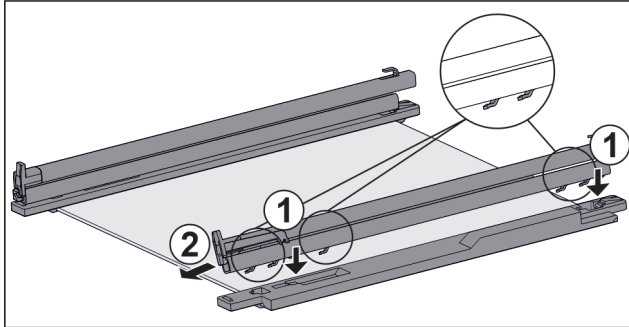

Fig. 131 Płyta szklana z szynami i elementami mocującymi
- ▶ Założyć haki szyny w otworach **lewego** elementu mocującego. Fig. 131 (1)
- ▶ Pociągnąć szynę do przodu. Fig. 131 (2)
- ▶ Założyć haki szyny w otworach **prawego** elementu mocującego. Fig. 131 (1)